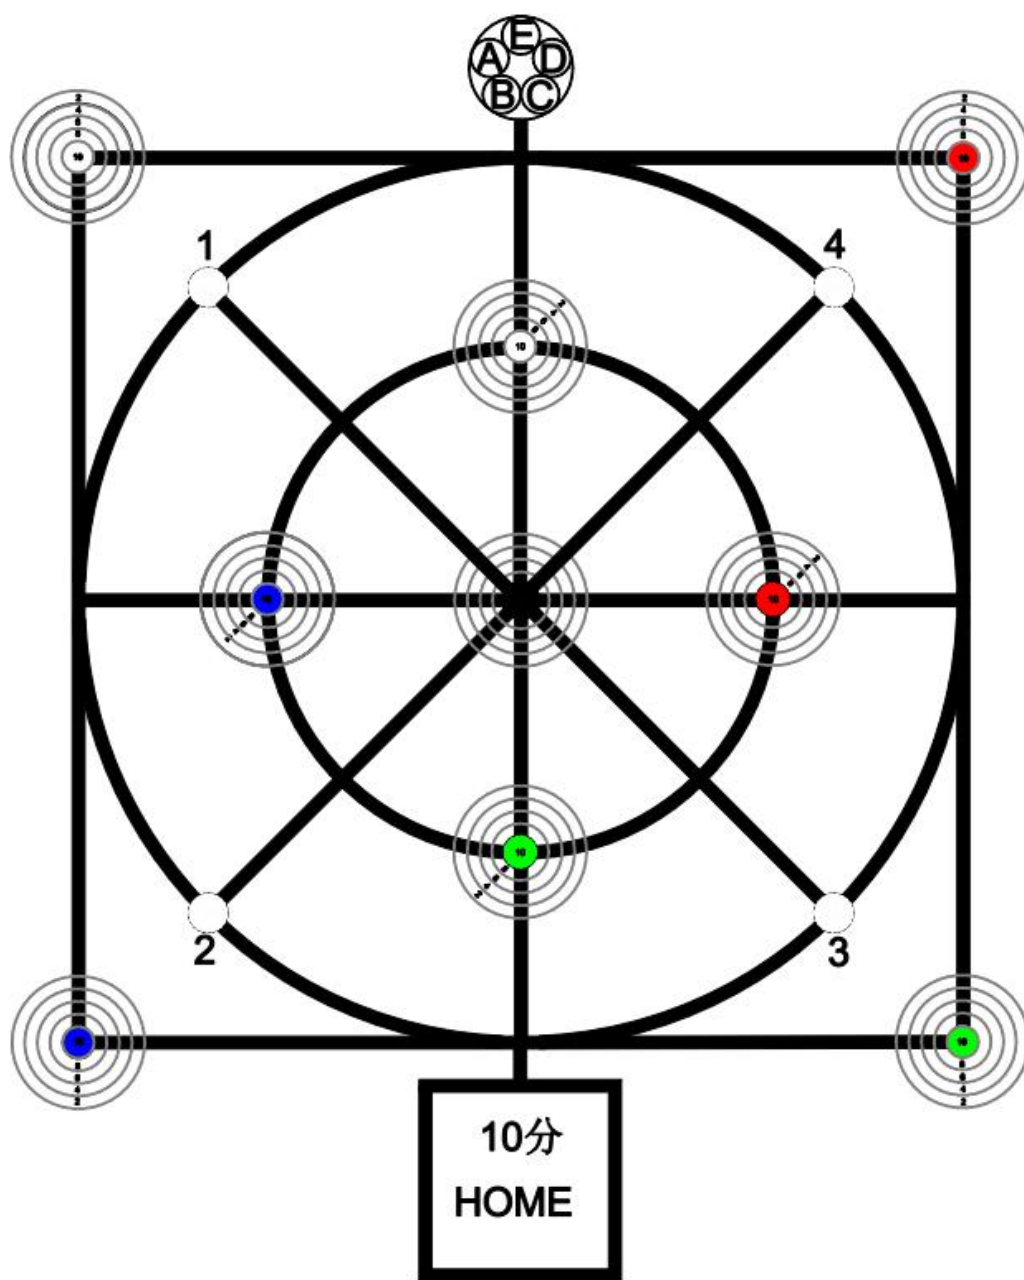

图 1 场地示意图
1. 出发区（HOME）：如图 1 所示，出发区为边长为 320mm 的正方形。出发时机器人的所有部位必须在出发区内；
2. 物料摆放点：如图 1 所示，物料摆放点包括两部分：第一物料摆放点位于外圆与搬运辅助线的交点上，黑色字体标识为 1、2、3、4；第二物料存储区的位置，由 5 个小圆构成圆形物料存储区，依次用黑色字体标识为 A、B、C、D、E。A、B、C、D 的颜色由第一环节的抽签决定，E 位置放置未抽中的物料。
3. 物料目标区：如图 1 所示，物料目标区分为两部分，第一部